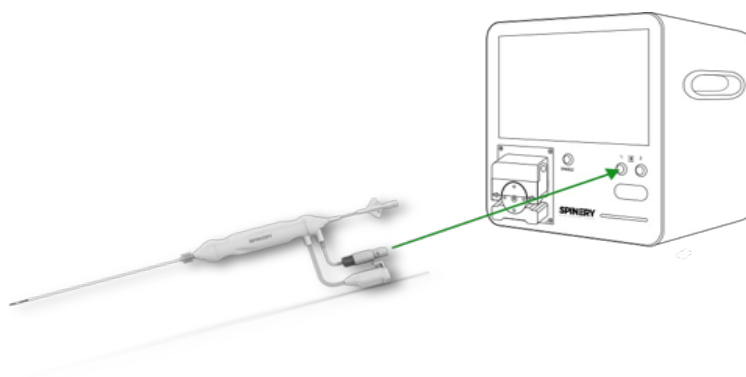

Figura 26 - Collegamento della sonda al generatore RF
1. Collegate la sonda al generatore (Figura 26).